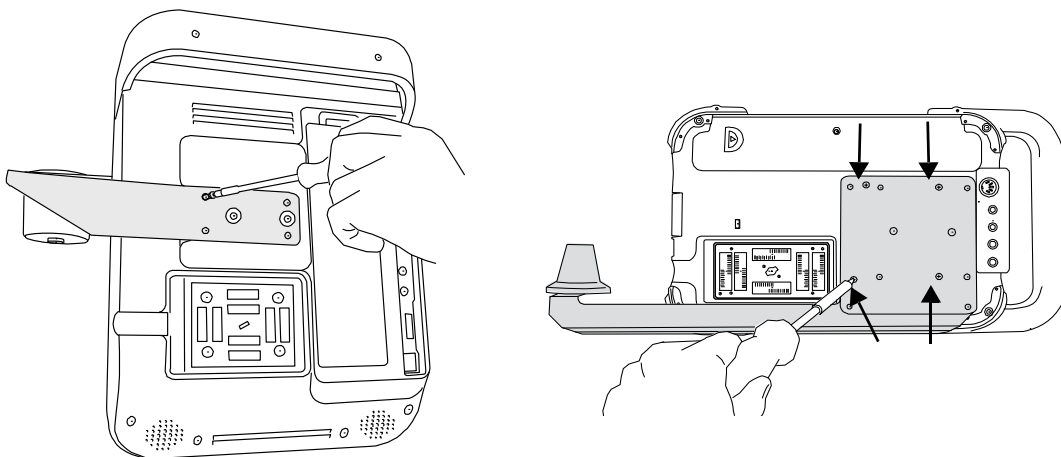

Abbildung 2 Schrauben am Schallkopfhalter anziehen: S Series (links) und NanoMaxx (rechts)
- 2 Ziehen Sie die vier Schrauben mithilfe eines Kreuzschlitzschraubendrehers an. Siehe Abbildung 2.
- ❖ Lösen Sie mithilfe eines Kreuzschlitzschraubendrehers die vier Schrauben an der Rückseite des Schallkopfhalters. Siehe Abbildung 2.